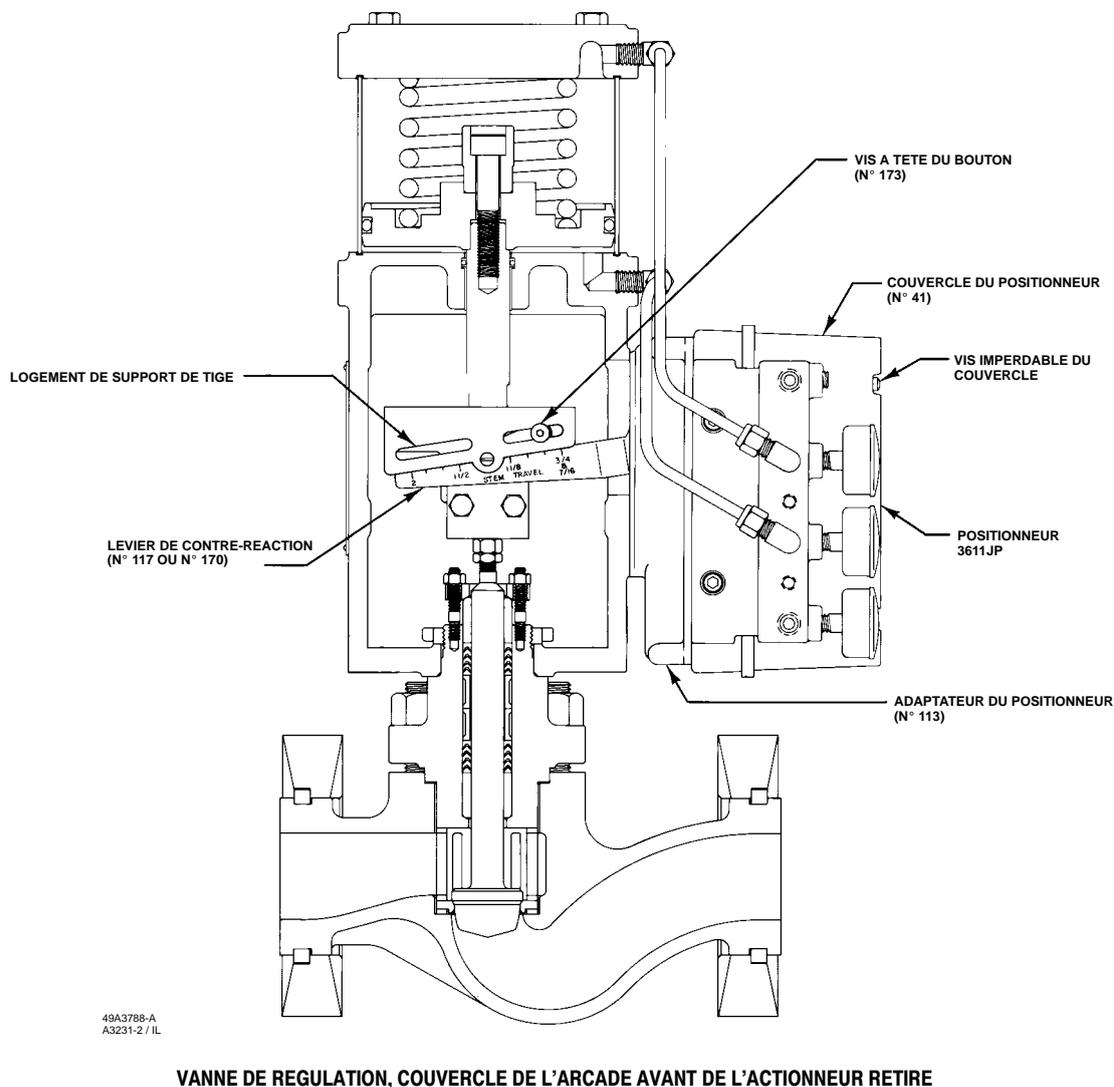

Figure 4. Montage typique de positionneurs modèles 3611JP et 3621JP sur des actionneurs de la série 585
Voir la figure 4 pour l'emplacement des pièces. Sauf indication contraire, voir la figure 29 pour l'emplacement des articles numérotés.
10. L'actionneur étant toujours à mi-course et le bord supérieur du levier de contre-réaction perpendiculaire à la tige de l'actionneur, monter le dispositif de réglage/galet dans le logement de support de tige à l'aide de la vis à tête du bouton (n° 173) de manière à centrer le galet par-dessus la course d'actionneur correcte selon le repère sur le levier de contre-réaction (n° 170) comme illustré sur la figure 4.